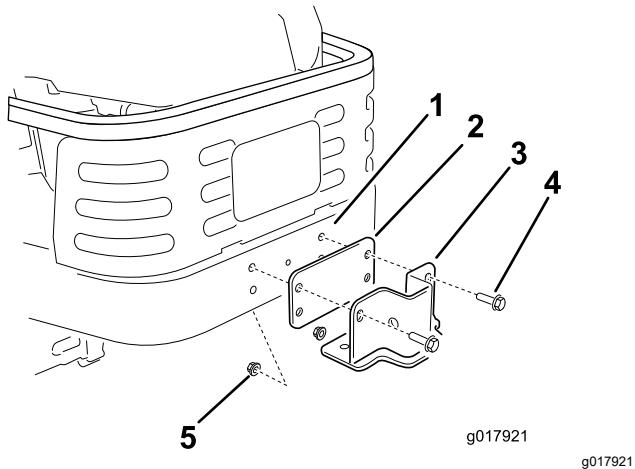

Figura 4
2. Instale la placa espaciadora y el soporte en el bastidor de la máquina, según se muestra en Figura 4. Sujete la placa y el soporte al bastidor usando dos pernos (5/16 x 2 1/2") y dos contratuercas (5/16").